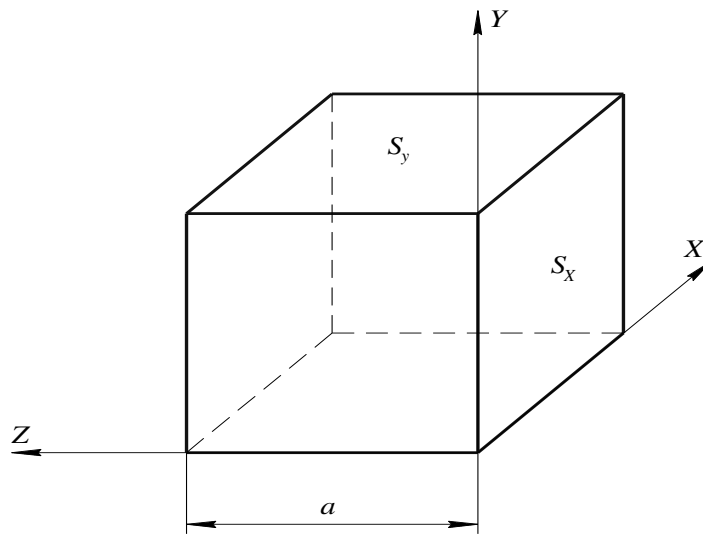

рис. 4
4. Определить среднюю температуру кубика с внутренними источниками тепла плотностью $q = 2000$ Вт/м³. Охлаждение кубика конвективное и осуществляется по поверхностям S_x и S_y (рис. 4), если известны следующие параметры: длина ребра $a = 0,5$ м; коэффициент теплоотдачи поверхности S_x , $\alpha_x = 8$ Вт/м²К; коэффициент теплоотдачи поверхности S_y , $\alpha_y = 25$ Вт/м²К; коэффициент теплопроводности $\lambda_x = 10$ Вт/м·К; коэффициент теплопроводности $\lambda_y = 60$ Вт/м·К;